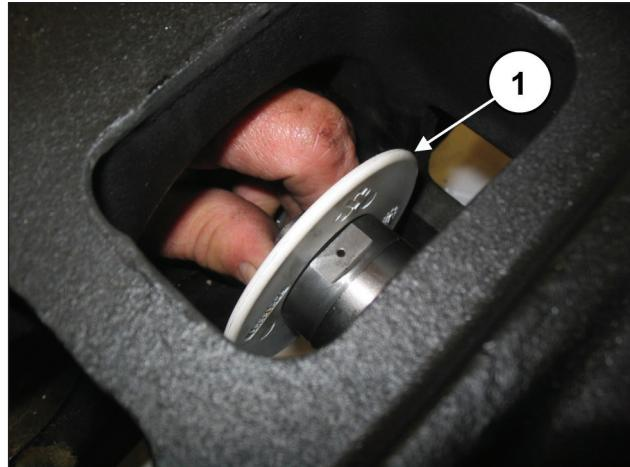
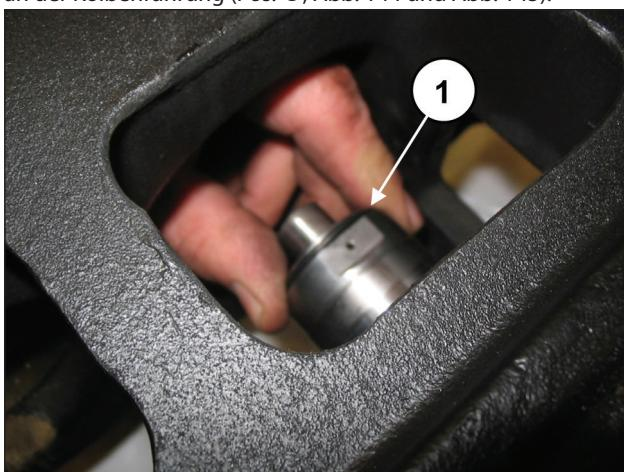

Abb. 145
Abb. 144
Montieren Sie den Spritzschutz samt O-Ring in die Aufnahme an der Kolbenführung (Pos. ①, Abb. 144 und Abb. 145).